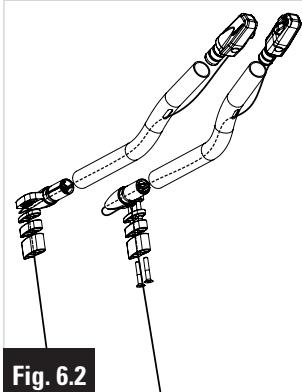
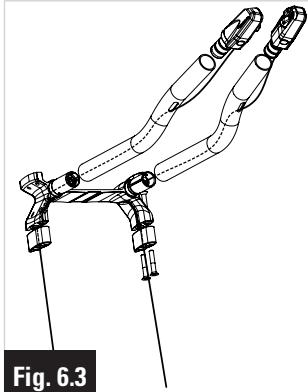

Fig. 6.2
Fig. 6.3
- 2- **Routing dei fili elettrici nelle prolunghes** (passaggio facoltativo, vedere riquadro Routing delle prolunghes all'esterno). Far passare i connettori dei comandi cambio negli oblunghi delle prolunghes. Attraversare il supporto prolunga, poi le tacchette di regolazione (Fig. 6.2). Se si utilizza il BRIDGE, uscire direttamente dagli oblunghi inferiori del BRIDGE (Fig. 6.3).